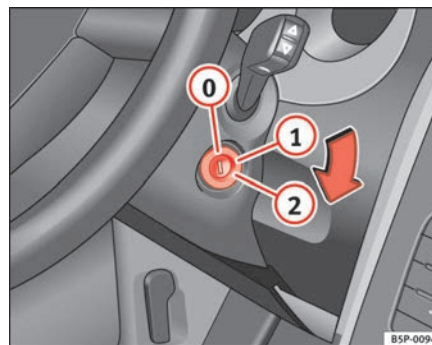

Abb. 136 Stellungen des Zündschlüssels
In dieser Stellung  $\Rightarrow$  Abb. 136 sind die Zündung und der Motor ausgeschaltet und die Lenkung kann gesperrt werden.
- Drehen Sie den Zündschlüssel in Stellung ⇒ Seite 172, Abb. 136 ①. Beim Vorglühen des Motors leuchtet die Kontrollleuchte  auf.
- Wenn die Kontrollleuchte ausgeht, drehen Sie den Zündschlüssel in Stellung ② zum Anlassen des Motors - geben Sie kein Gas.
- Drehen Sie den Zündschlüssel in Stellung ⇒ Seite 172, Abb. 136 .